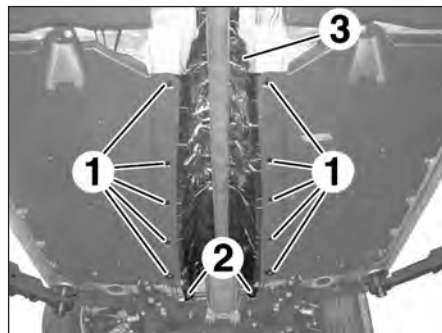

FIG.17
- les agrafes (1) (Fig.17),
- les 2 écrous (2),
- l'écran thermique (3),